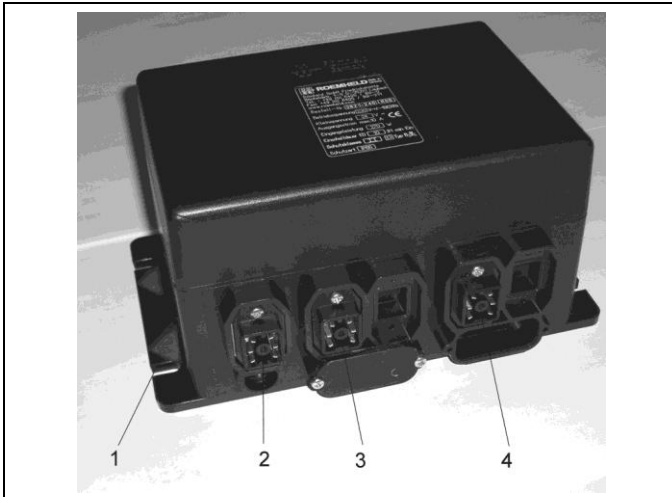

Abb. 5: Steuermodul für ein moduhub Hubmodul
- Die Steuermodule für 3 und 4 moduhub Module haben eine zusätzliche Hilfsversorgung. Diese muss mit dem Steuermodul verbunden werden. (siehe Abbildung 5).